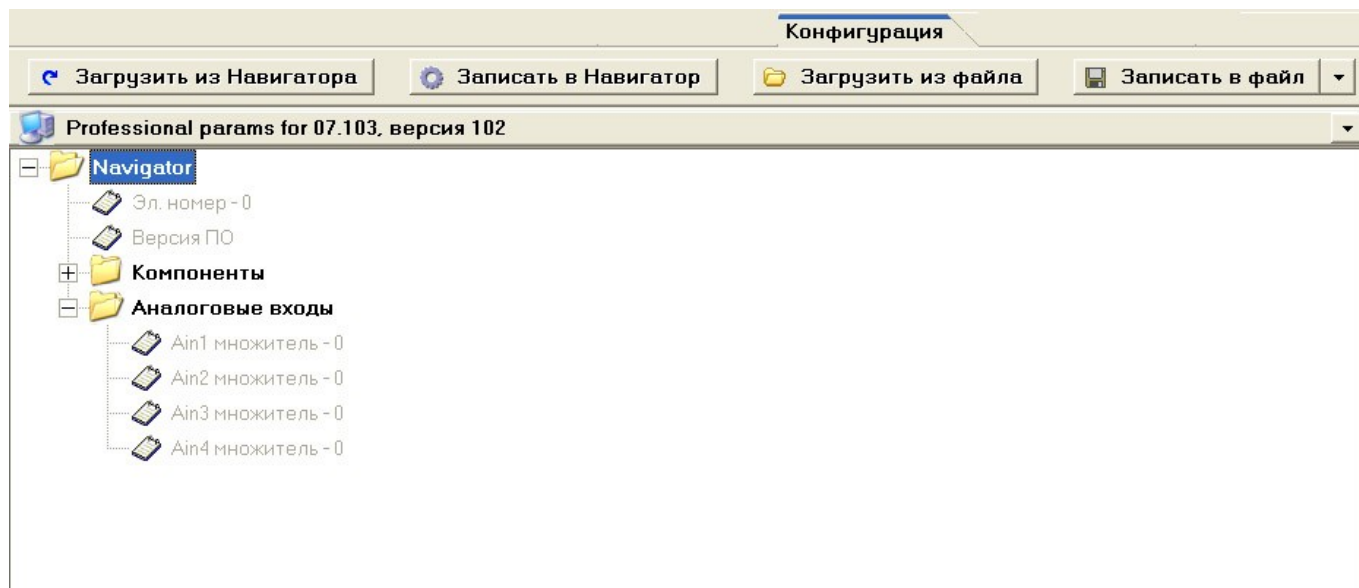

Рисунок 13 – Закладка «Конфигурация»
4.4.5.1. Закладка «Конфигурация» («Configuration»), рисунок 13, предназначена для внесения изменения в электронный номер изделия (в служебных целях), включения/отключения периферии изделия (CAN, SD card, GSMm 1Wire и т. п.); изменения множителя аналоговых входов.